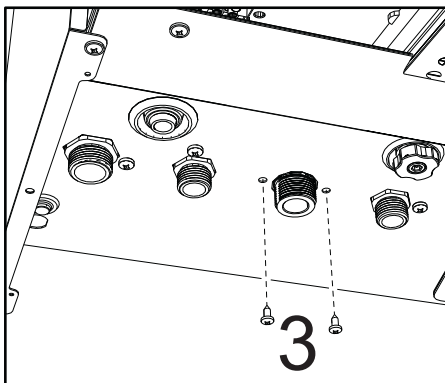

fig. 59
- Undo the screws “3” (fig. 59)